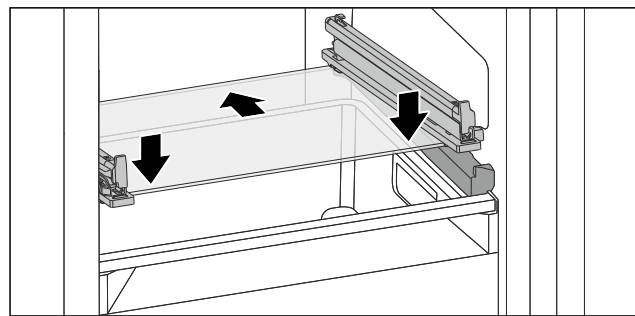

Fig. 203 Glasplatte des abklippbaren Schubfachs
- ▶ Glasplatte schräg hinter den Stopperrn aufsetzen. (siehe Fig. 203)